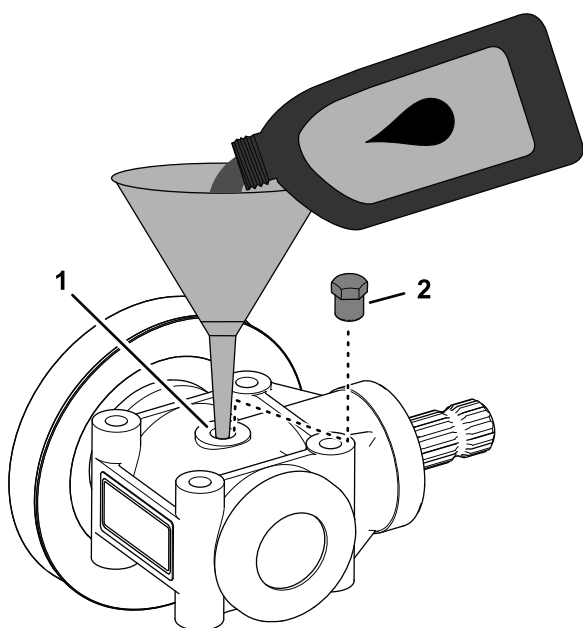

Figura 120
- Ruotate la scatola a ingranaggi sino a portare il foro del tappo dell'alloggiamento in alto (Figura 120).
scatola a ingranaggi attraverso il foro posto sull'alloggiamento stesso (Figura 120).
- Montate il tappo dell'alloggiamento nel relativo foro della scatola a ingranaggi del piatto di taglio (Figura 120).